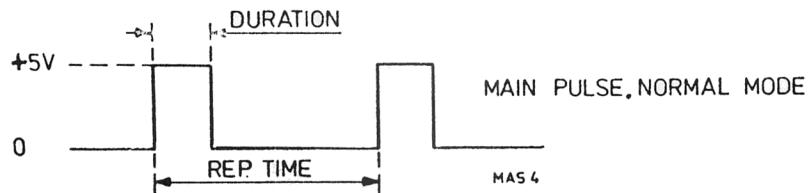

Fig. VI-1 : Impulsion principale, mode normal PM 5705
- Connecter un oscilloscope au connecteur PULSE OUT par l'intermédiaire d'une charge adaptée de 50 Ω et observer une impulsion similaire à celle de la fig. VI-1.